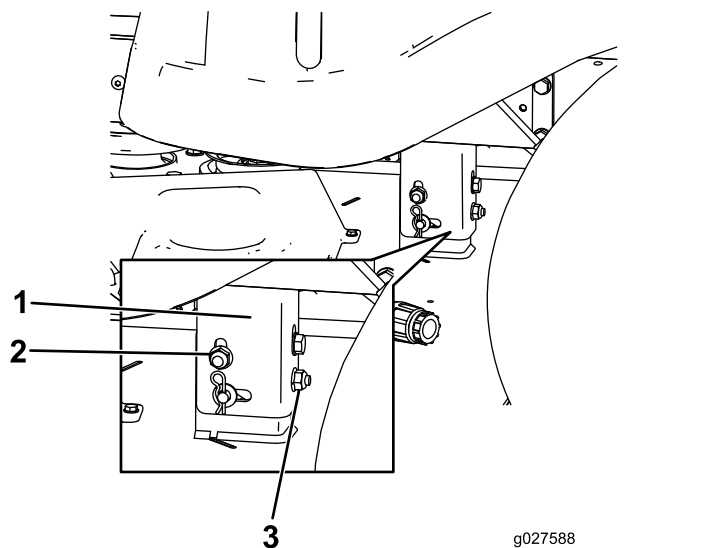

Figure 56
8. Élevez ou abaissez le côté gauche du tablier de coupe en tournant l'écrou de blocage arrière. (Figure 56).